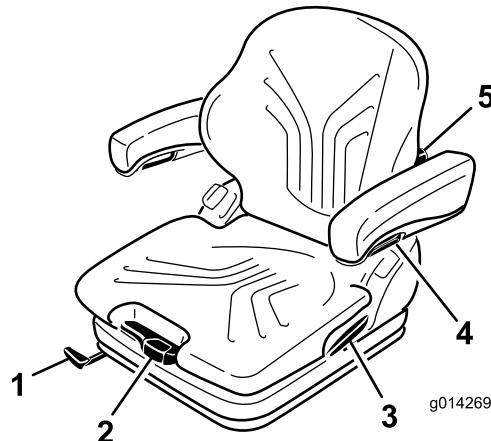

Figure 18
Le siège est réglé pour le poids du conducteur en tirant ou en poussant le levier de réglage correspondant (Figure 18).
1. Levez le levier pour débloquer et régler le siège (Figure 18).
En tournant le bouton de réglage vers le haut, vous pouvez régler le renflement de la partie supérieure du dossier. En tournant le bouton vers le bas, vous pouvez régler le renflement de la partie inférieure du dossier (Figure 18).
Pour régler la hauteur des accoudoirs, séparez le cache rond (Figure 18) du couvercle, desserrez l'écrou hexagonal (13 mm) qui se trouve derrière, réglez les accoudoirs à la position voulue puis resserrez l'écrou. Replacez le cache sur l'écrou.
Pour régler l'angle des accoudoirs, tournez le bouton de réglage (Figure 18).
Tirez sur le levier pour libérer le verrou du dossier (Figure 18). Lorsque le verrou est libéré, ne vous appuyez pas contre le dossier.